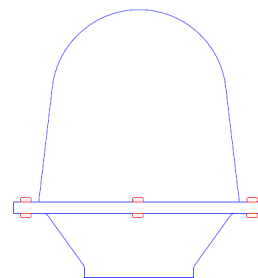

Рисунок 2.5 – Проверка болтов в средней части светильника.
5. Проверьте болты, присоединяющие колпак светильника, и, при необходимости, затяните их, для обеспечения надежной фиксации герметизирующей прокладки (рисунок 2.5).